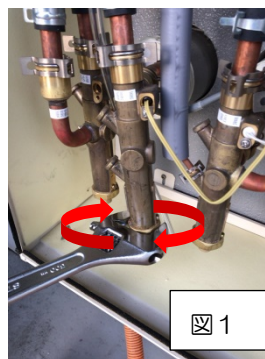
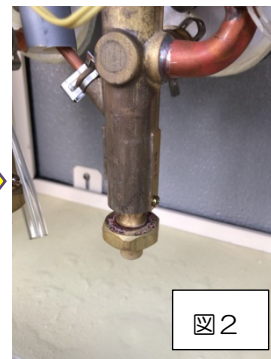

図1
図2
水抜き栓が固い場合は、図1のようにレンチを用いて、水抜き栓を回し緩めていきます。図2のようにこれ以上回らなくなるまで緩めます。水抜き栓③、④、⑥、⑦はすべて同様です。